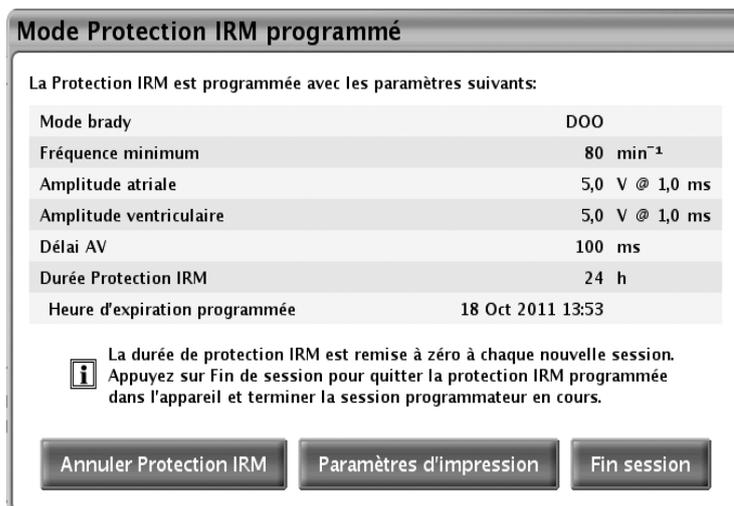

Figure 13. Mode Protection IRM programmé (Annuler la protection IRM)
- Sélectionnez le bouton « Annuler le mode Protection IRM » à partir de l'écran « Mode Protection IRM programmé » (Figure 13)